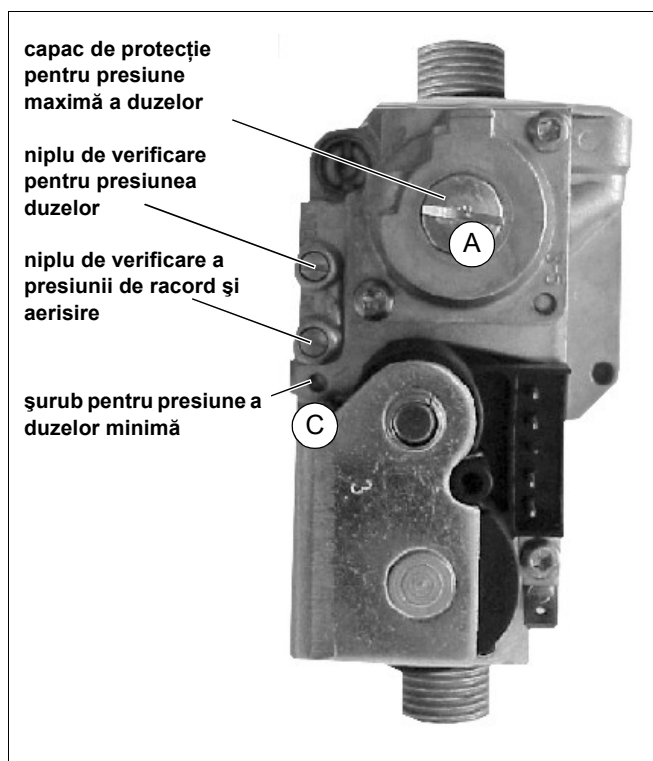
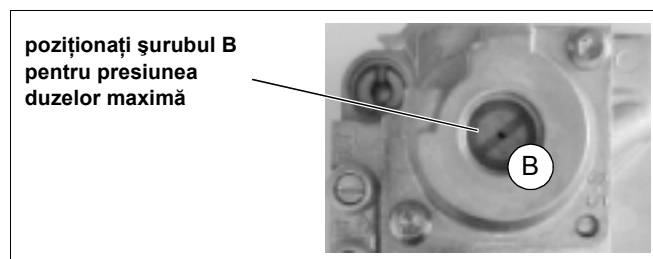
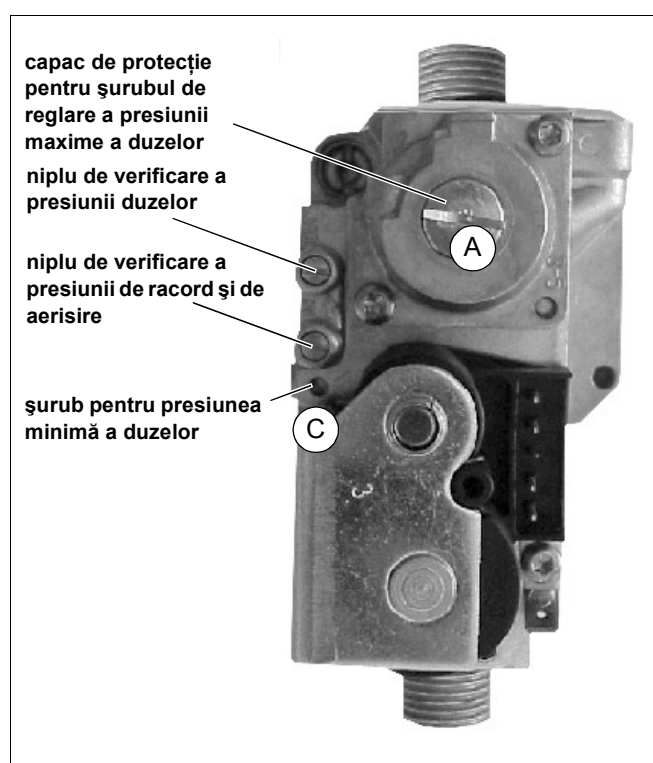

Fig. 44 Rampa de gaz
Fig. 45 Reglarea șurubului pentru presiune maximă la duze
Fig. 46 Reglarea presiunii duzelor
- Deșurubați șurubul niplului de verificare pentru presiunea de racord a armaturii țevilor de gaz (Fig. 44) și racordați manometrul în formă de U.
- Îndepărtați manometrul în formă de U și înșurubați (Fig. 44) din nou niplul de verificare cu șurub.
- Deșurubați șurubul niplului de verificare pentru presiunea duzelor (Fig. 44) și racordați manometrul în formă de U.
- Îndepărtați (Fig. 46, **Poz. A**) capacul de protecție. Rotiți șurubul pentru presiune maximă a duzelor (Fig. 45, **Poz. B**) pentru a defini anumite setări. Rotiți pentru creșterea presiunii în sensul acelor de ceas iar pentru scăderea presiunii în sens opus acelor de ceas.
- Îndepărtați manometrul în formă de U și înșurubați (Fig. 46) niplul de măsurare cu un șurub la loc.
- Deschideți șurubul niplului de verificare pentru presiunea duzelor (Fig. 46) și racordați manometrul în formă de U.
Dacă această corectură nu este suficientă, atunci trebuie să reglați (Fig. 46, **Poz. C**) șurubul de la rampa de gaz.
- Rotoți șurubul de la rampa de gaz pentru creșterea presiunii minime a duzelor în sens opus acelor de ceas (Fig. 46, **Poz. C**) iar pentru reducerea presiunii rotiți în sensul acelor de ceas.
- Îndepărtați dopul de protecție (Fig. 44, **Poz. A**, pagina 46) al rampei de gaz. Strângeți (Fig. 45, **Poz. B**) șurubul de reglare pentru setarea presiunii maxime.
- Înșurubați din nou dopul de protecție (Fig. 44, **Poz. A**, pagina 46) al rampei de gaz.
- Îndepărtați dopul de protecție (Fig. 44, **Poz. A**, pagina 46) al rampei de gaz.
- Înșurubați din nou (Fig. 44, **Poz. A**, pagina 46) dopul de protecție al rampei de gaz.